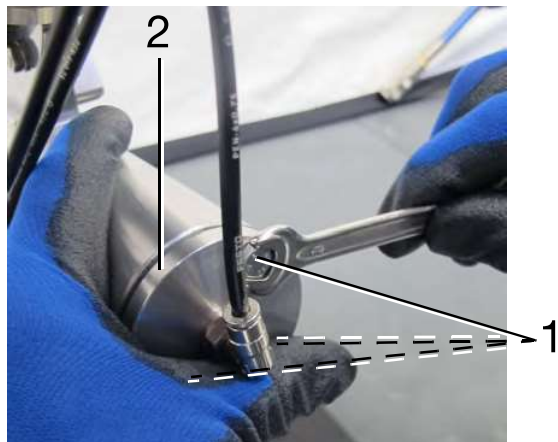

Bild 1-7 1 Schrauben
Unter dem Deckel des Messerzylinders (2, Bild 1-7) stehen Kolben und Messer durch eine Druckfeder unter Spannung. Werden die Schrauben (1) gelöst, schnellit Ihnen der Deckel entgegen. Wird der Deckel abgenommen, schnellen Ihnen Kolben und Messer entgegen.